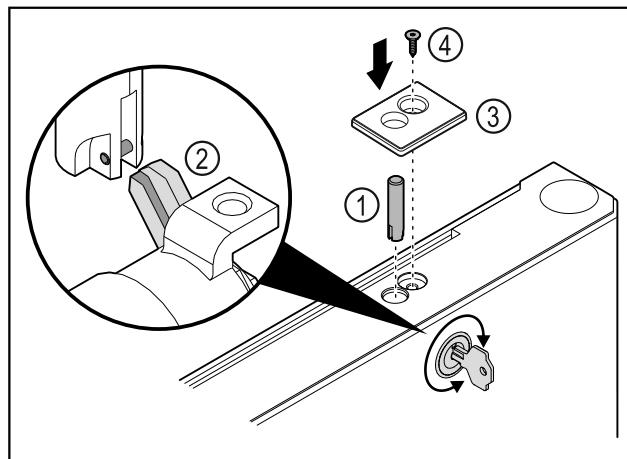

Fig. 37
- Helyezze be a zárcsapot Fig. 37 (1).
- Forgassa el kissé a zárat, hogy a zárcsap Fig. 37 (2) bereteszélődjön a záron lévő nyílásba.
- Helyezze be a fedelet Fig. 37 (3).
- Helyezze be a csavart Fig. 37 (4).